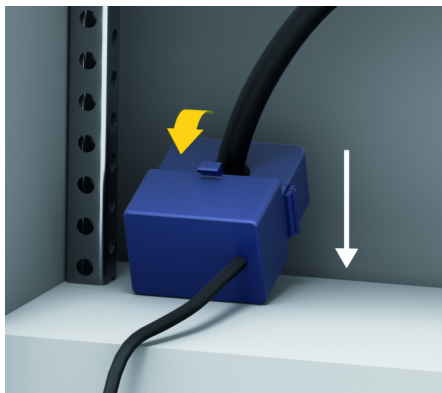

図 15: 電流センサー取り付け例
- ▶ センサーが正しい測定方向を向いていることを確認してください(図 15、白い矢印)。
- ▶ 真っ直ぐな配線が可能な場所を取り付け位置として選択し、測定方向(矢印が負荷の方向を向くこと)に注意してください(図 15、白い矢印)。
- ▶ 取り付けケーブルを電流センサー内に挿入し、センサーのキャップを閉じてください(図 15、黄色の矢印)。